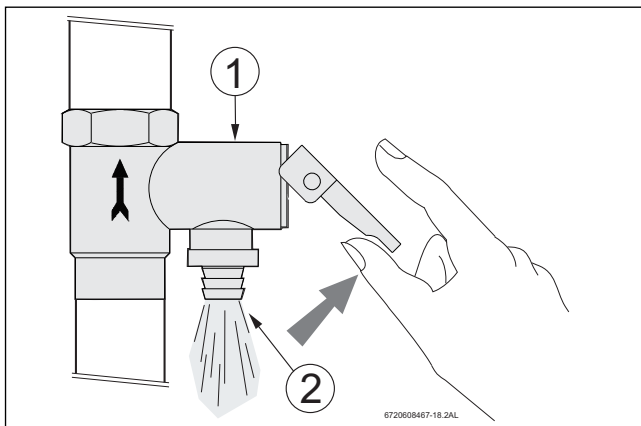

Fig. 45 Purga del termoacumulador
- ▶ Accione la válvula de sobrepresión (véase Fig. 45).
- ▶ Abrir manualmente la maneta de la válvula de seguridad mensualmente (véase Fig. 45).
- ▶ Abrir un grifo de agua caliente y actuar la válvula de seguridad, véase Fig. 45 .